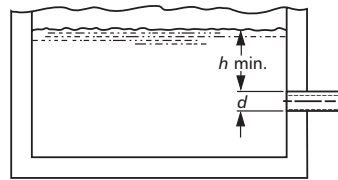

Figure 1
- 3.6. Le diamètre ( $d$ ) et la hauteur d'immersion minimale ( $h$  min.) de l'entrée du tuyau d'aspiration doivent être suffisants pour empêcher l'aspiration d'air par vortex (v. fig. 1 à 4).